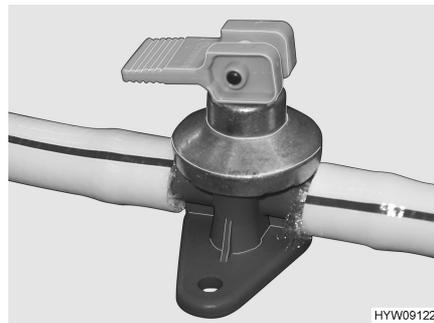
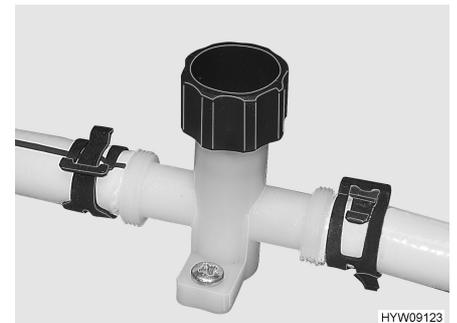

Fig. 69 Llave de desagüe con balancín
Fig. 70 Llave de desagüe con botón giratorio
- Cerrar todas las llaves de desagüe (Fig. 69 ó bien Fig. 70).